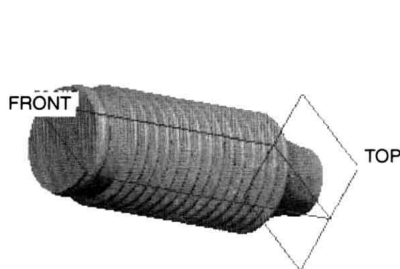
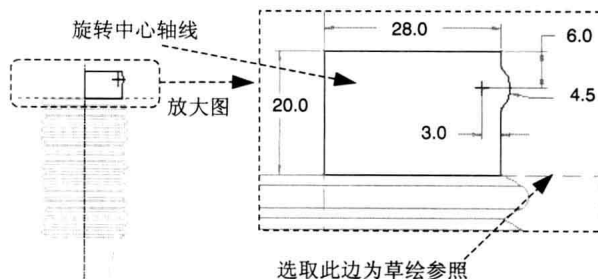

图 1.7 旋转 3
图 1.8 截面草图
- (1) 在模型树中单击 Step3 中创建的旋转特征, 再右击, 从快捷菜单中选择**阵列** 命令。
- (2) 选取阵列类型。在操控板的**选项**界面中选中**一般**单选按钮。
- (3) 选择阵列控制方式, 在操控板中选择以“方向”方式控制阵列。
- (4) 给出增量(间距)、阵列个数。选取 **TOP** 基准平面, 在操控板中输入阵列个数 15, 设置增量(间距)值 7.0, 按回车键; 再按回车键。
- (5) 在操控板中单击“完成”按钮.
Step5. 创建图 1.7 所示的旋转特征——旋转 3。选择下拉菜单**插入(I)**  **旋转(R)** 命令; 选取 **FRONT** 基准平面为草绘平面、**TOP** 基准平面为参照平面, 方向为**顶**; 旋转中心线和特征截面草图如图 1.8 所示; 旋转类型为, 旋转角度值为 360.0。